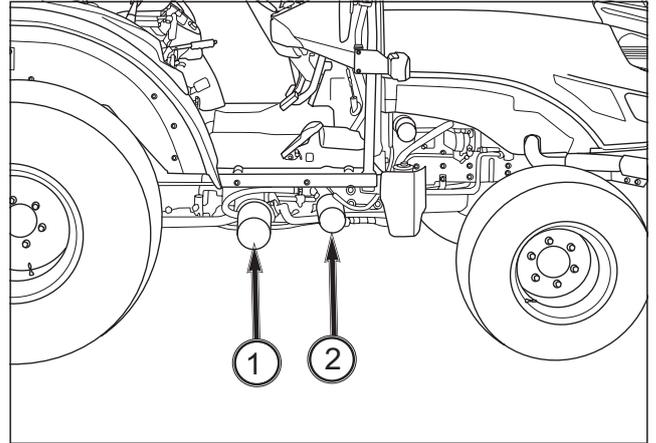

FIG. 156
FIG. 156: Para sustituir el filtro de aceite de la transmisión: vacíe el aceite de transmisión y desenrosque el filtro de la transmisión (1) del adaptador. Utilice la llave de filtro.